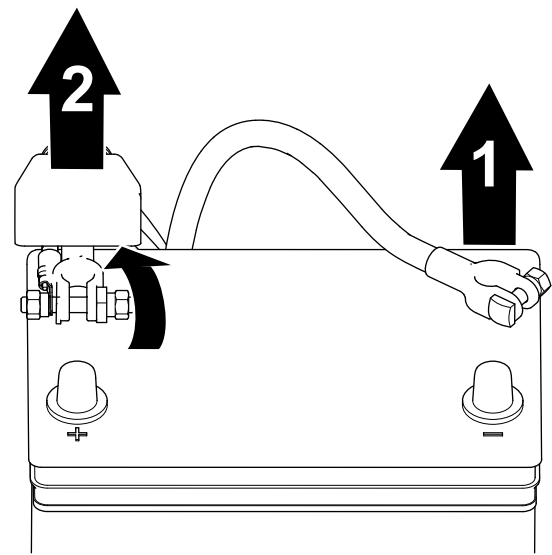

Bild 40
1. Trennen Sie das Minuskabel des Akkus vom Akkupol ab (Bild 40).
2. Heben Sie die Isolierung an und ziehen Sie das Pluskabel des Akkus vom Akkupol ab (Bild 40).